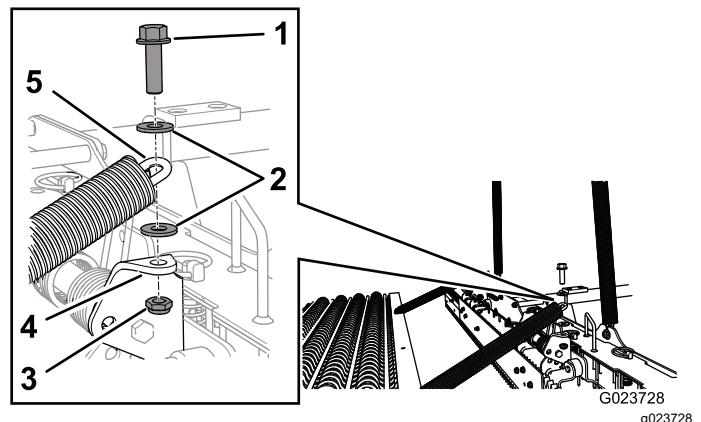

図3
- チェーンの一端を、ネイル・ドラッグの同じ側のブラケットの穴に合わせる図3。
- チェーンをブラケットに固定するボルト3/8 x 1-1/4インチ1本、ワッシャ2枚、ロックナット1個を使用して図3のように取り付ける。